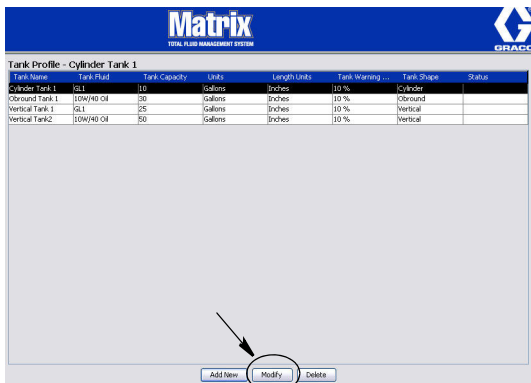

Рис. 76
3. Нажмите кнопку «Modify» [Изменить] (Рис. 76), чтобы появилось окно «Edit Tanks» [Редактировать сведения о цистернах]. После внесения изменений нажмите кнопку «OK» [ОК], чтобы закрыть окно и сохранить.
4. Чтобы полностью удалить цистерну из списка, на экране «Tanks» [Цистерны] выделите требуемый элемент. Далее нажмите кнопку «Delete» [Удалить] (Рис. 76).